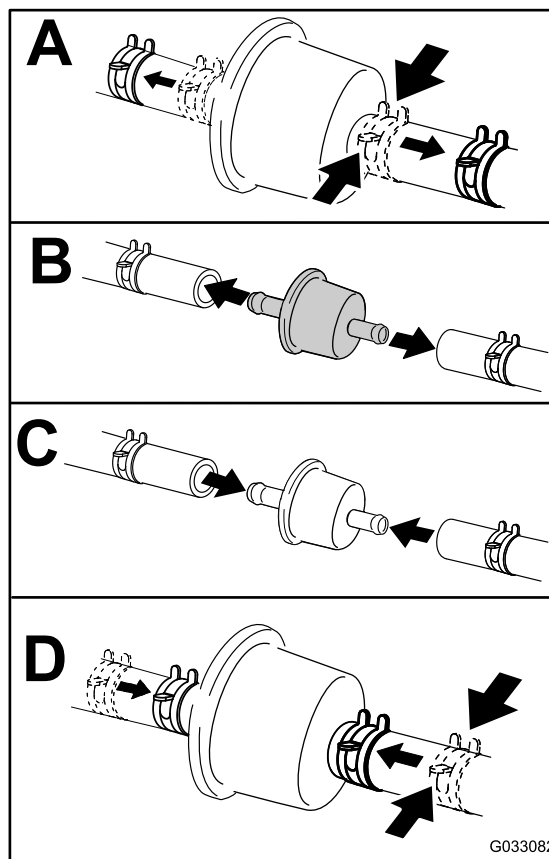

Figura 50
4. Substitua o filtro de combustível (Figura 50).